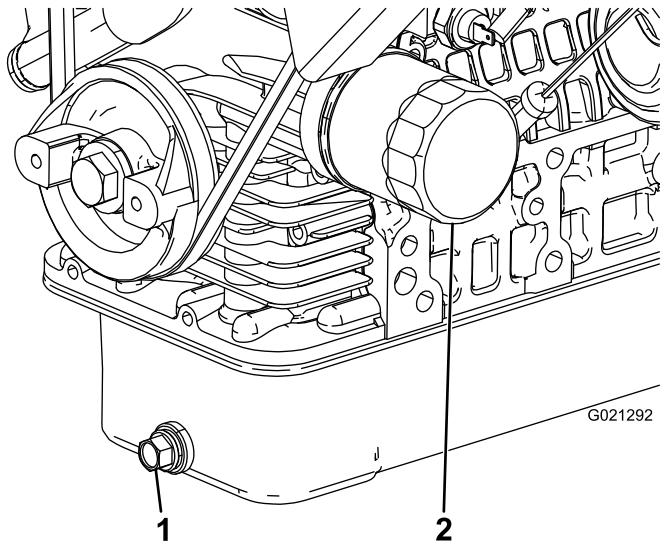

Figura 37
2. Togliete il tappo di spurgo e lasciate defluire l'olio in una bacinella (Figura 37).
- 4. Togliete il filtro dell'olio (Figura 37).